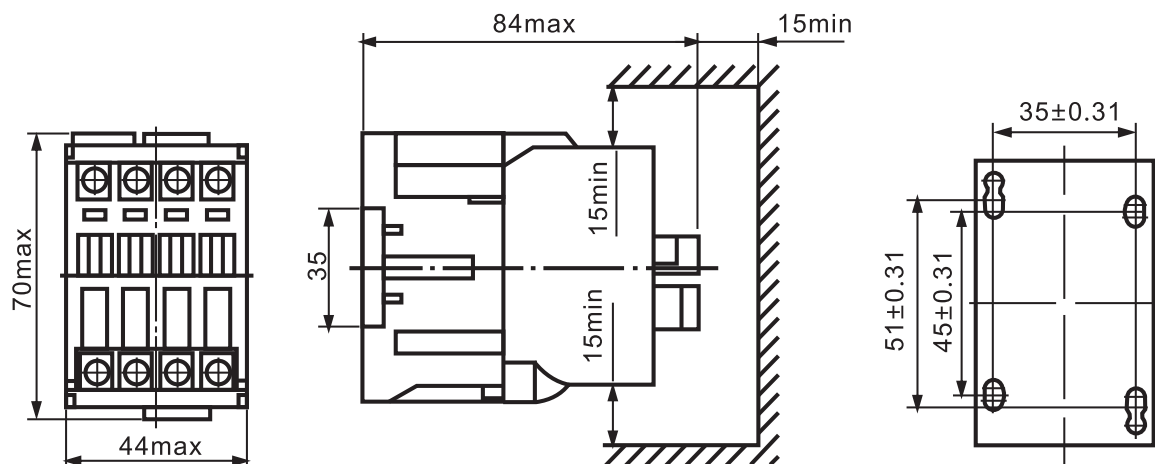
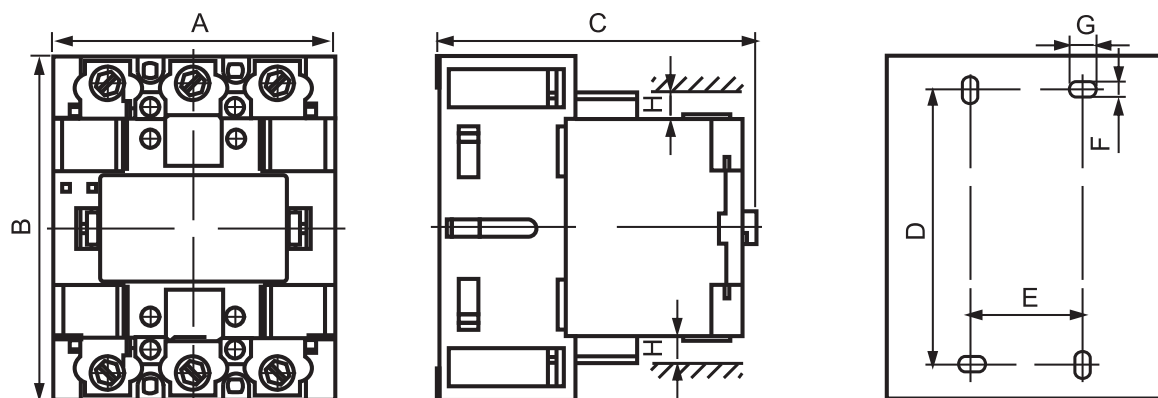

图1 CJX8-09/12/16
图6 CJX8-105~370型外形及安装尺寸
6.1 接触器用2只螺钉并加上垫圈安装。其外形及安装尺寸见图1 ~ 图6。